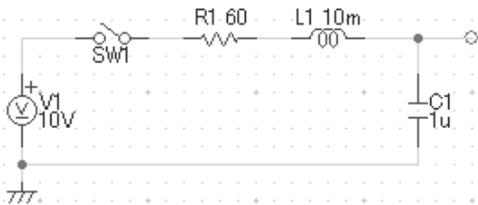

図1.12 回路素子値の設定
- ⑤ 図1.8の各素子値を設定するため、回路素子の真上にカーソル()あるいは鉛筆(アイコン; )を移動して左クリックすると、部品定数の設定ダイアログ画面が現れるので、所定の各素子値を入力する(図1.12)。この例では図1.8に基づき、コイルL1は10[mH]、コンデンサC1は1[μ F]、抵抗R1は60[Ω]に設定する。